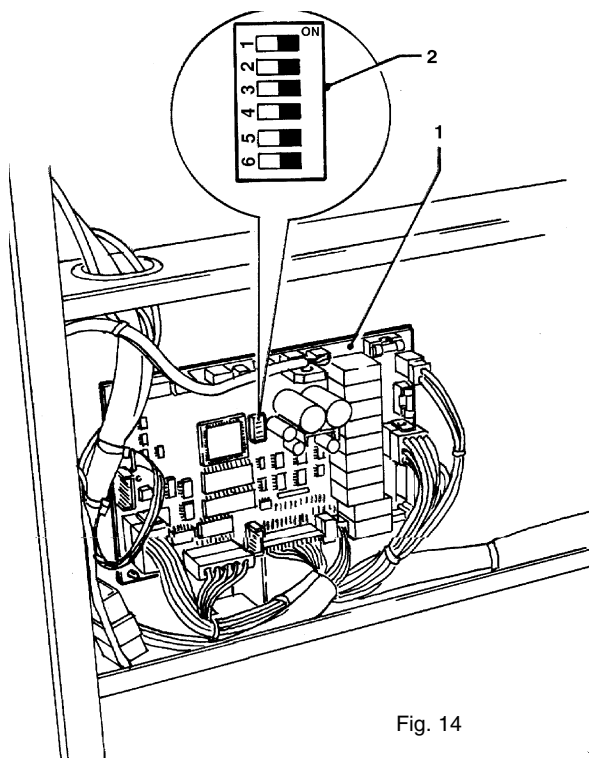

Fig. 14
- portare il minidip sei della scheda macchina (vedi fig. 14) in posizione ON.